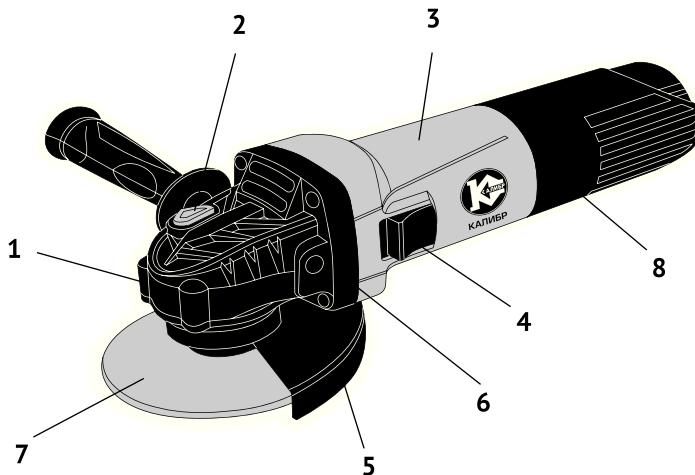

рис. 1
1.6 Общий вид шлифмашины схематично представлен на рис.1
1.7 Шлифмашина состоит из коллекторного двигателя в пластиковом корпусе (рис.1 поз.3) и редуктора, расположенного в металлическом корпусе (рис.1 поз.1). Крутящий момент с якоря электродвигателя через редуктор из 2-х конических шестерён, под углом 90° передаётся на шпиндель. На резьбу (М14) шпинделя крепится рабочий инструмент (отрезной, полировальный круг рис.1 поз.7). Шлифмашина комплектуется дополнительной рукояткой (рис.1 поз.6), с возможностью крепления к корпусу редуктора в 2-х позициях (справа или слева), и металлическим защитным кожухом (рис.1 поз.5).
1.8 Инструмент имеет так называемую компоновку «хват рукой», при котором шлифмашина надёжно удерживается одной рукой. Ползунок выключателя (рис.1 поз.4) расположен слева на корпусе двигателя, смещён вперёд, к редуктору. Второй рукой, при помощи боковой рукоятки, круг с высокой точностью и под нужным углом направляется на обрабатываемое изделие.
Ползунок выключателя (рис.1 поз.4) имеет два фиксированных положения: вперёд «1» - включено; назад «0» - выключено (стандарт МЭК 60417).
- установить боковую рукоятку (рис.1 поз.6) в удобное для работы положение;
3.2 Для замены щёток необходимо снять заднюю крышку двигателя (рис.1 поз.8). Щётки следует заменять парой для обеспечения равной степени их давления на коллектор якоря.